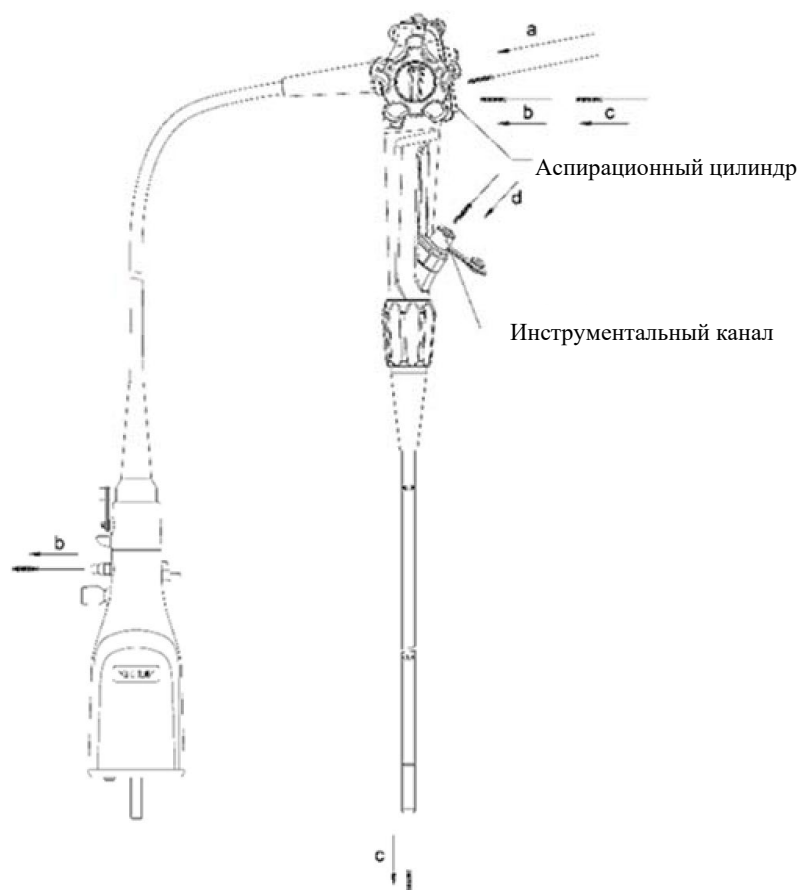

Рисунок 5.1.4.1
- ② Чистой безворсовой тканью протрите внешнюю поверхность эндоскопа в сборе моющим средством, уделив особое внимание вводимой трубке и устройству управления; убедитесь, что все внешние поверхности полностью очищены. Замените безворсовую салфетку.
- ③ Согласно описанной ниже процедуре очистите щеткой аспирационный цилиндр, инструментальный канал, водно-воздушный клапан, аспирационный клапан и биопсийный клапан (как показано на рис. 5.1.4.1).